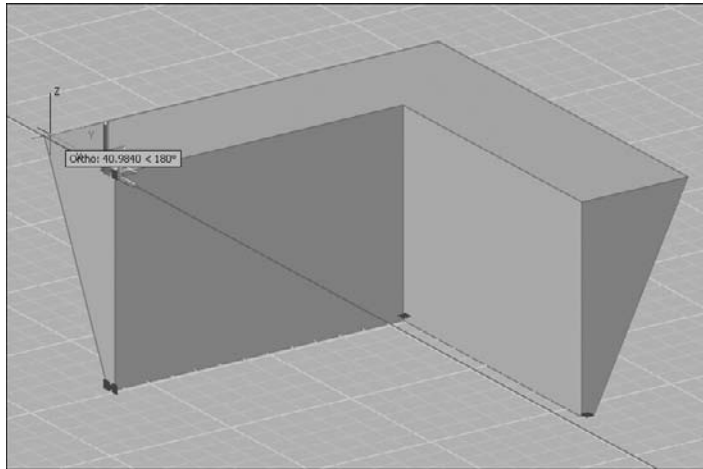

Fig.20.3
- **Polysolides** : vous pouvez utiliser les poignées disponibles pour modifier la forme et la taille des polysolides, y compris leur profil (fig.20.3). Les poignées peuvent être déplacées dans le plan XY du solide. Le profil d'un polysolide est toujours angulaire (rectangulaire par défaut).